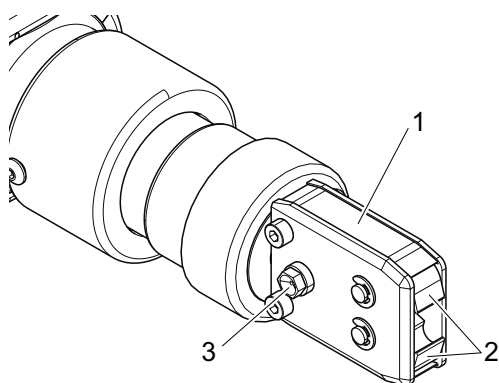

Fig. 24: Lubricación del cabezal de la tenaza
2. Engrase el cabezal de la tenaza (Fig. 24/1) a través de la boquilla de engrase (Fig. 24/3) utilizando una pistola de engrase con lubricante especial RENOLIT LX 2.
3. Compruebe que las mordazas de las tenazas (Fig. 24/2) no estén desgastadas ni rotas en los puntos de sujeción y, en caso necesario, sustitúyalas en caso de observar daños (ver el número de pieza en el catálogo de herramientas).